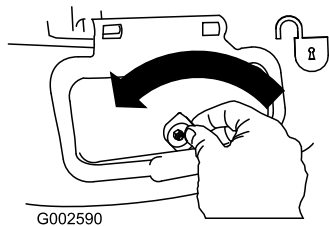

Bild 39
1. Entriegeln Sie die Seitenauswurfklappe (Bild 39).